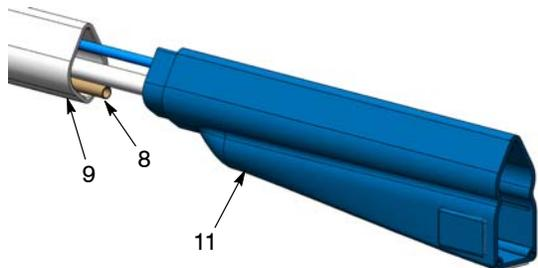
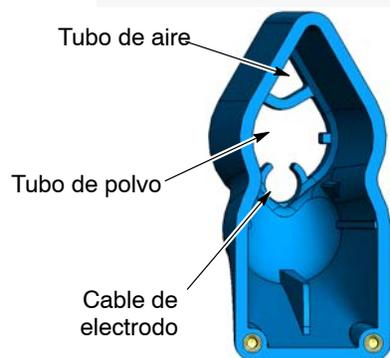

Figura 40 Extracción del alojamiento del tubo de cuerpo
Figura 41 Enrutamiento del cable de aire, polvo y electrodo a lo largo del alojamiento
4. Ver la figura 40. Retirar el alojamiento (11) del tubo de cuerpo (9) para dejar a la vista la guía del cable (8).
5. Ver la figura 41. Encaminar el nuevo cable de electrodo a través del alojamiento según lo indicado, mientras se introduce el multiplicador al alojamiento hasta que quede, desde el disipador de calor hasta el final del alojamiento, una separación aproximada de 1 pulgada.
6. Ver la figura 40. Introducir el extremo del cable en la guía del cable (8) e introducirlo mientras enruta el tubo de polvo y el tubo de aire a lo largo del alojamiento como se muestra en la figura 41.